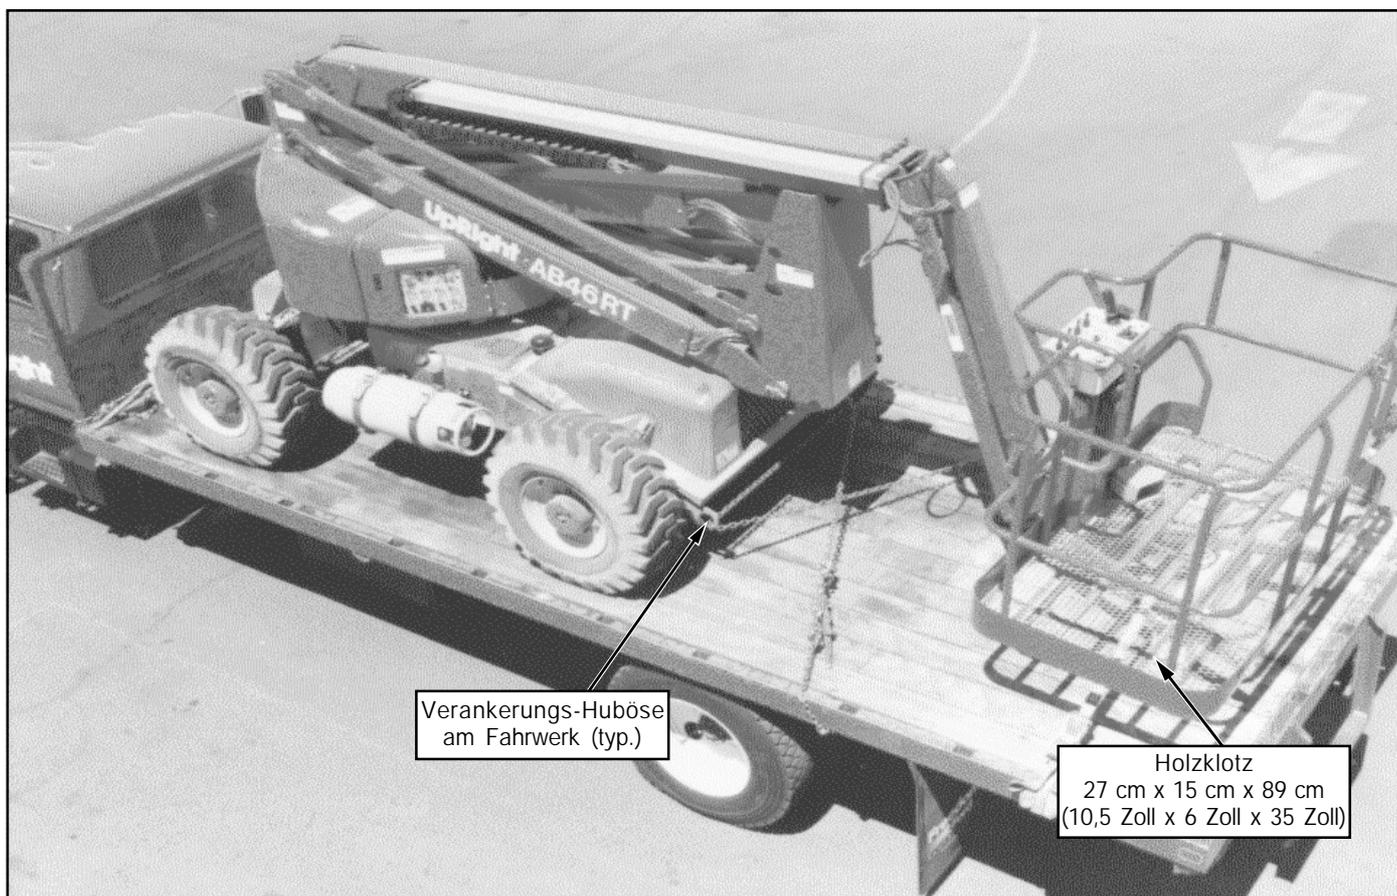

Abbildung 7: Sichern der Maschine für den Transport
5. Maschine mit Ketten bzw. Gurten ausreichender Stärke (siehe Technische Daten auf der Rückseite) am Transportfahrzeug sichern. Ketten bzw. Gurte an den Verankerungsösen des Fahrwerks befestigen (siehe Abbildung 7).
6. Einen Holzklötz 27 cm x 15 cm x 89 cm (10,5 Zoll x 6 Zoll x 35 Zoll), wie in Abbildung 7 gezeigt, unter die Stützstreben der Arbeitsbühne legen.
7. Sperrgurte anbringen und diese unter dem Fußbodenrost der Arbeitsbühne hindurch und über die Stützstreben hinweg führen (siehe Abbildung 7). Fest anziehen, jedoch nicht zu fest.